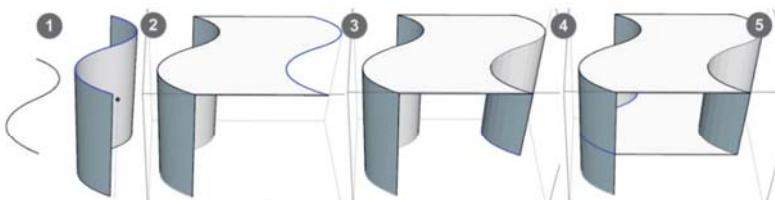

图 1.4.4 拉线成面
将曲线形成曲面有多种方法，如熟知的“拉线升墙”就是方法之一，其准确的名称是 Extrude Edges By Vector（拉伸边线）。图 1.4.4 就是这个工具的例子：图 1.4.4 ①所示为一条原始的波浪线，沿蓝轴向上移动后得到曲面，如图 1.4.4 ②所示；曲线沿红轴移动后得到平面，如图 1.4.4 ③所示；再沿蓝轴向下移动后增加了一个曲面，如图 1.4.4 ④所示；再次沿红轴向左移动，得到第二个平面，结果如图 1.4.4 ⑤所示。